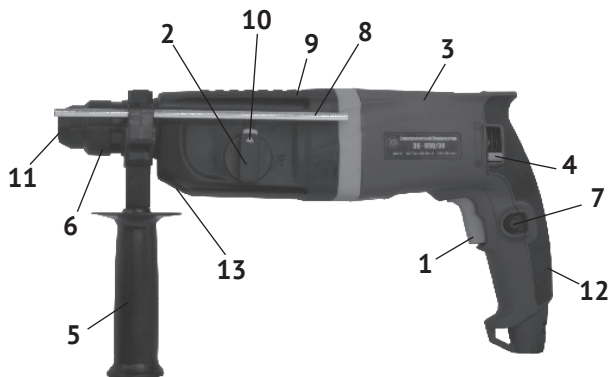

рис. 1
1.6 Общий вид перфоратора представлен на рис.1
1.7 Перфоратор состоит из горизонтально расположенного коллекторного двигателя в пластиковом корпусе (рис.1 поз.3), выполненном заодно с рукояткой. В крышке корпуса (рис.1 поз.12) расположен щёткодержатель в сборе. Рычагом переключателя реверса (рис.1 поз.4), меняя расположение щёток, направление вращения якоря меняется на противоположное. К корпусу двигателя крепится корпус редуктора, в котором расположен механизм, передающий вращательное и возвратно-поступательное движение на рабочий инструмент. Крутящий момент с якоря электродвигателя через шестерни, передаётся на ствол с патроном SDS – plus (рис.1 поз.6), расположенный соосно с двигателем. Тип ударного механизма перфоратора - электропневматический. Эксцентриковый подшипник преобразует вращательное движение якоря в возвратно-поступательное движение поршня. С поршня ударник передаёт энергию удара на ствол с патроном SDS – plus. На корпусе редуктора слева расположен переключатель режимов (рис.1 поз.2) с фиксатором (рис.1 поз.10) в трёх режимах: «сверление» / «сверление с ударом» / «удар».
В зависимости от вида выполняемой работы, в патрон SDS – plus вставляется необходимая насадка (пика, долото, сверло) с соответствующим хвостовиком, или переходник SDS-plus/сверлильный патрон для установки сверлильного патрона, если необходимо работать в режиме «сверление». Дополнительная рукоятка (рис.1 поз.5) хомутом крепится на корпусе редуктора (рис.1 поз.9). Фиксируется рукоятка, закручиванием по часовой стрелке, в любом положении (от 0° до 360°), что удобно пользователю, как «правше», так и «левше».
В отверстие левой части суппорта рукоятки вставляется, при необходимости, стержень-ограничитель глубины сверления. Он фиксируется в выбранном положении клавишей (рис.1 поз.13).
1.8 Клавиша выключателя (рис.1 поз.1) расположена в передней части рукоятки. Включение/отключение инструмента осуществляется нажатием на клавишу выключателя. Силой, приложенной к клавише, регулируется число оборотов и частота ударов перфоратора. Нажатием кнопки (рис.1 поз.7), клавиша фиксируется в рабочем положении с максимальным числом оборотов (максимальной частотой ударов). При повторном нажатии на клавишу, она и кнопка фиксации (со щелчком), возвращаются в исходное положение – выключено.
При замене рабочих насадок следите за тем, чтобы колпачок (рис.1 поз.11), защищающий патрон от попадания пыли, не был повреждён.
- нажатием на клавишу (рис.1 поз.13) освободить отверстие в суппорте рукоятки;
- удерживая клавишу, вставить стержень фиксации глубины сверления (рис.1 поз.8) в отверстие;
- фиксация клавиши в рабочем положении осуществляется нажатием на кнопку (рис.1 поз.7);
Нажав кнопку (рис.1 поз.10) в верхней части рукоятки (рис.1 поз.2), начните поворот к режиму с условным знаком, приведённым ниже. Отпустите кнопку фиксатора. При достижении выбранного положения, рукоятка зафиксируется, а кнопка фиксации (со щелчком) вернётся в исходное положение.
- при работе в режиме сверление без удара, переключатель (рис.1 поз.2) установить в положении «сверло». При этом режиме перфоратор может работать с патроном SDS – plus, но, как правило, устанавливается ключевой патрон;
- при работе в режиме сверление с ударом, переключатель (рис.1 поз.2) в положении «сверло с молотком»;
- при работе в режиме долбление, переключатель (рис.1 поз.2) в положении «молоток».
В верхней части крышки двигателя (с обеих сторон) расположен рычаг переключения реверса (рис.1 поз.4). На крышке стрелками указано направление вращения. Реверс используется при заклинивании рабочего инструмента и при вывинчивании винтов или шурупов.
3.2 Для замены щёток необходимо открутить и снять крышку двигателя (рис.1 поз.12). Щётки следует заменять парой для обеспечения равной степени их давления на коллектор якоря.